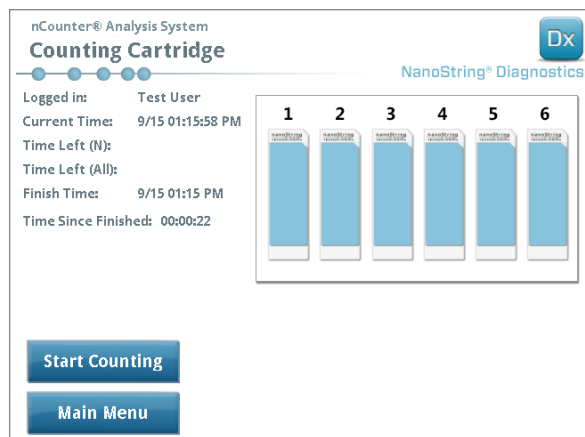

ABBILDUNG 6.8: Der Bildschirm „Counting Cartridge“ (Cartridge erfassen) mit sechs fertiggestellten Cartridges.
7. Wenn eine Cartridge fertig gescannt worden ist, wird eine E-Mail-Benachrichtigung an den Benutzer geschickt. Auf dem Verarbeitungsbildschirm ist nun zu erkennen, dass die Cartridge fertig ist (**ABBILDUNG 6.8**). Wenn Sie die E-Mail-Nachricht erhalten, dass der Scanvorgang abgeschlossen ist, entfernen Sie die gebrauchte Cartridge. Im Falle eines Gerätefehlers oder falls keine Berichte verfügbar sind, lagern Sie die Cartridge bis zu einer Woche bei 4 °C in einer lichtundurchlässigen Box (um es vor Licht zu schützen). Hilfe erhalten Sie unter dxsupport@nanosttring.com.